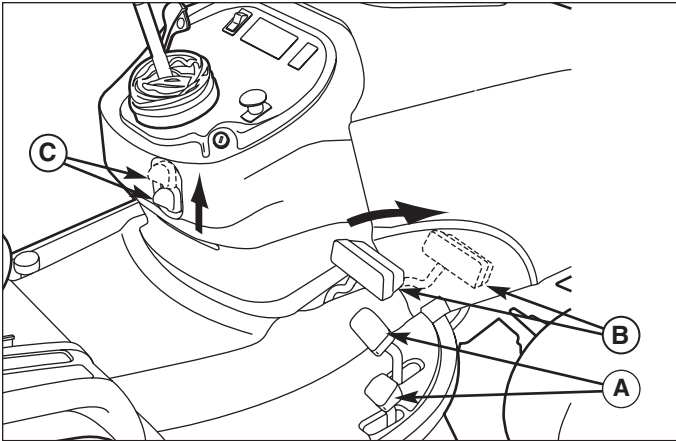

Abb. 3. Einkuppeln der Parkbremse
Parkbremse einsetzen - Siehe Abb. 3. Die Parkbremse wird angezogen, indem Sie die Grundgeschwindigkeitspedale (A) freigegeben, das Bremspedal (B) vollständig nach unten drücken, und den Knopf für die Parkbremse (C) HERAUSZIEHEN und dann das Bremspedal freigegeben.
Lösen der Parkbremse - Siehe Abb. 3. Die Parkbremse wird gelöst, indem Sie das Bremspedal (B) vollständig nach unten drücken und den Knopf für die Parkbremse (C) HINEINDRÜCKEN.